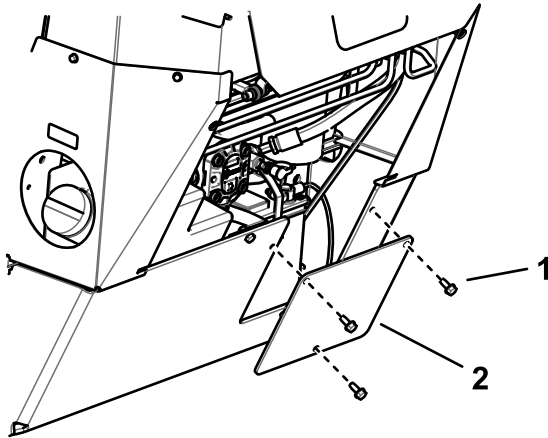

Figura 37
- Montate il pannello di accesso alla batteria (Figura 37).